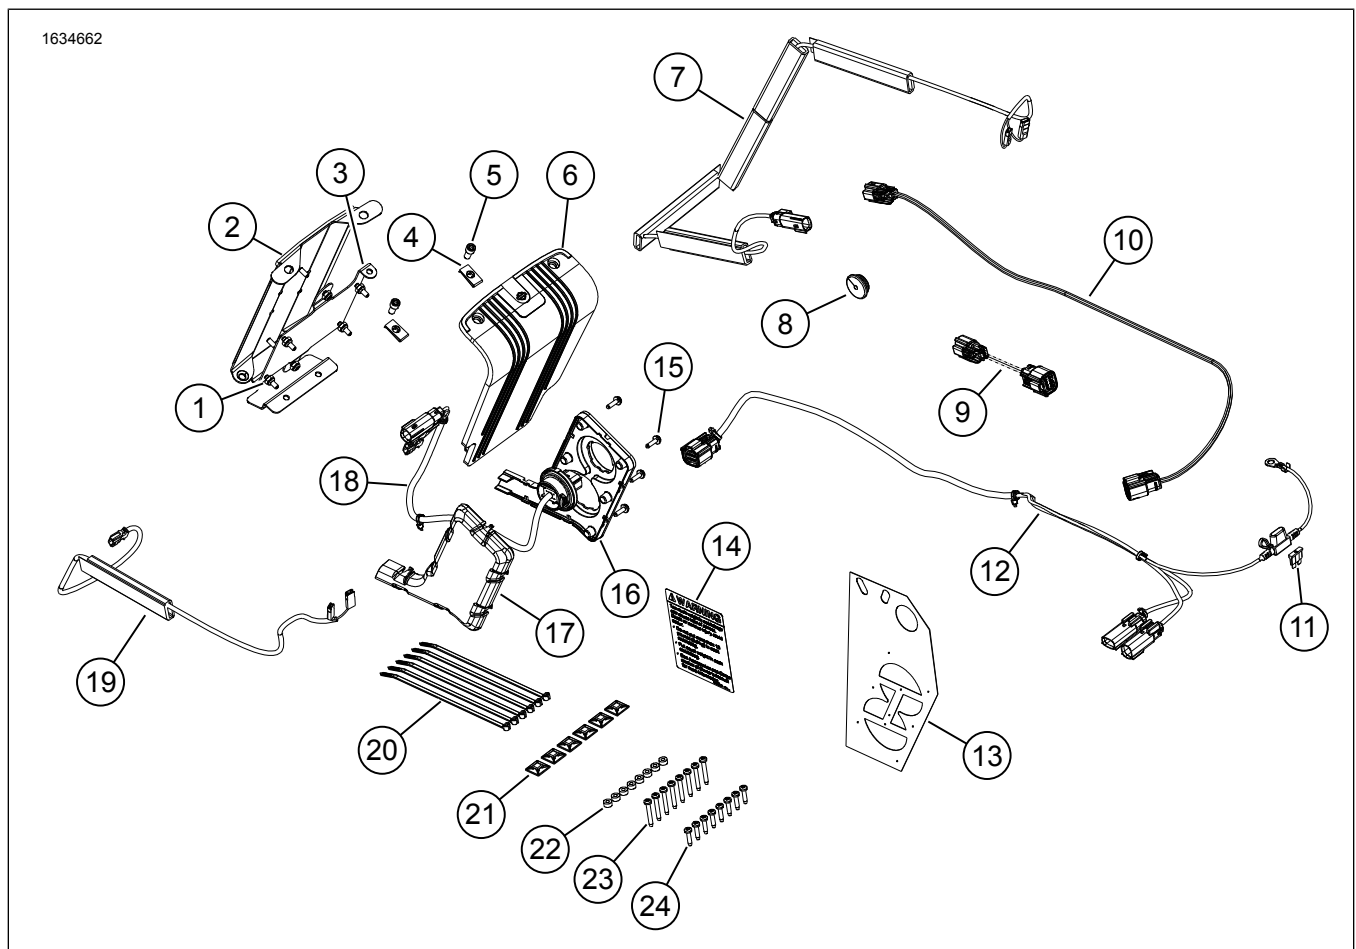

Figura 1. Contenuto del kit: Bluetooth Audio-Fornito da Rockford Fosgate
3. Figura 1 Installare l'etichetta con la portata della borsa (14).